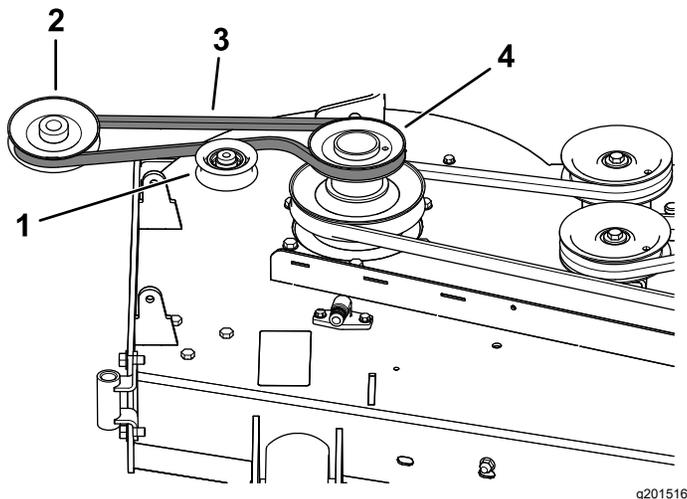
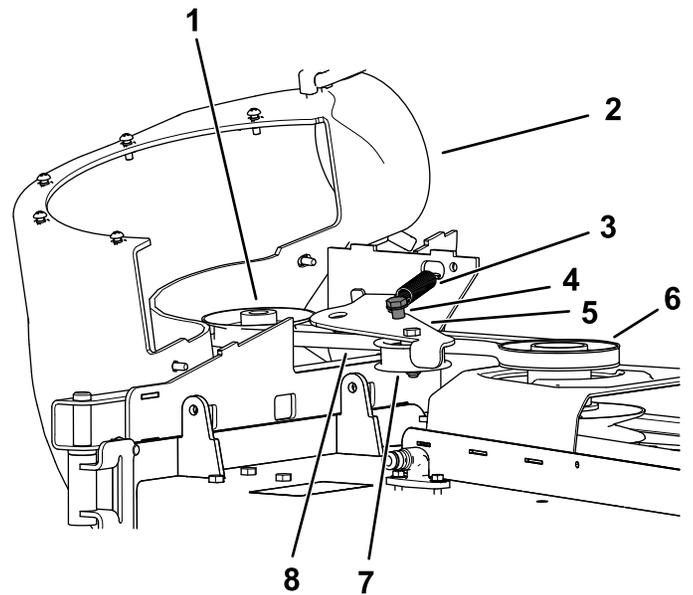

Figure 15
Figure 16
1. Si nécessaire, installez la courroie sur la poulie de ventilateur (Figure 15).
1. Chaussez la courroie sur la poulie de ventilateur (Figure 15 et Figure 16); voir 6 Montage du ventilateur (page 12).
3. Tirez la poulie de tension rappelée par ressort pour l'éloigner de l'ergot de ressort fixe et chaussez la courroie sur la poulie du tablier de coupe (Figure 16).
4. Acheminez la courroie autour de la poulie d'entraînement comme montré à la Figure 15 et la Figure 16.